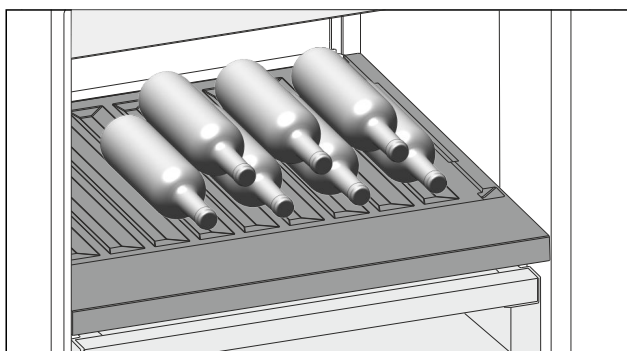

Fig. 106 Beispielfläche Darstellung
- ▶ Flaschen mit dem Boden nach hinten zur Rückwand einlegen. (siehe Fig. 106)